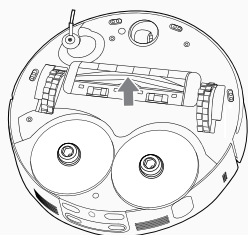

Fig. 12
3. Ta tak i den ene enden av agitatoren og løft den opp. [Fig. 12]